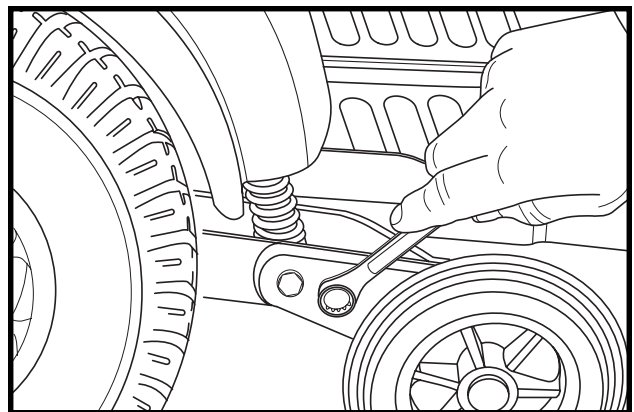

Abb. 23. Einstellung der Stützräder
4. Um die Stützräder nach oben einzustellen, drehen Sie den Nocken im Uhrzeigersinn. Um die Stützräder nach unten einzustellen, drehen Sie den Nocken gegen den Uhrzeigersinn. Siehe Abb. 23.